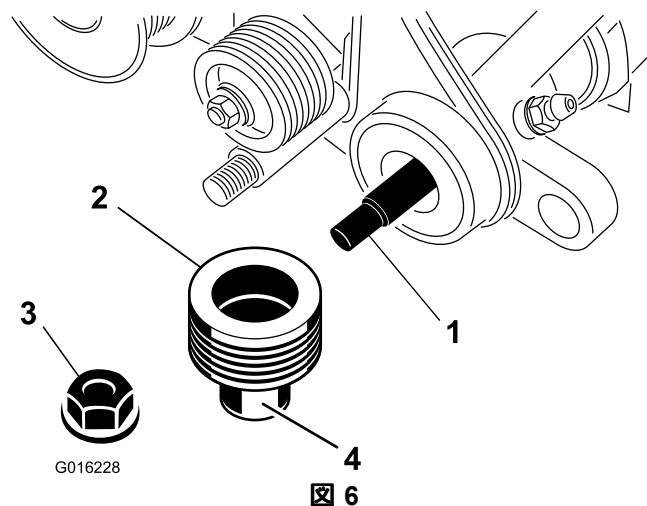

図 6
13. 駆動プーリの外側シールにグリスを塗る 図 6。
14. グルーマシャフトにプーリを取り付ける 図 6。
15. フランジロックナットでプーリを固定し 図 6 2328Nm 2.42.9kg.m = 1721ft-lb にトルク締めする。
16. 左側サポートのプレートのシールと、グルーマシャフトの端部にグリスを塗布する 図 6。